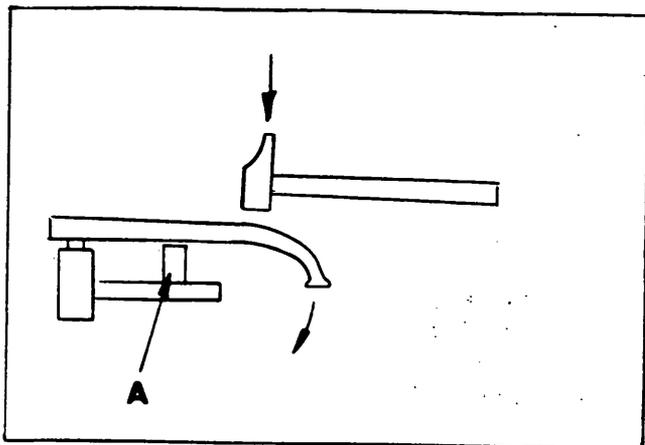

Fig. 17
- 4° Poser une cale d'environ 5 cms d'épaisseur (douille - tube entretoise etc...) sous le bras supérieur selon A Fig. 17.